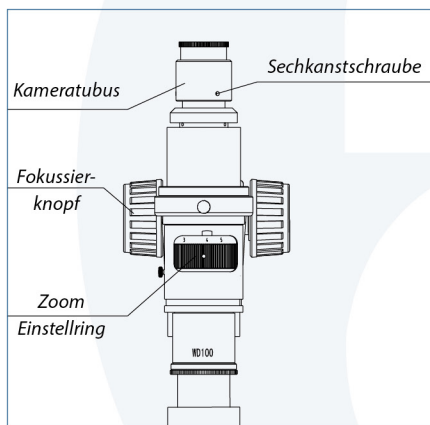

Abb. 5
1. Drehen Sie den Zoom-Einstellung auf die maximale Vergrößerung (siehe Abb. 5)